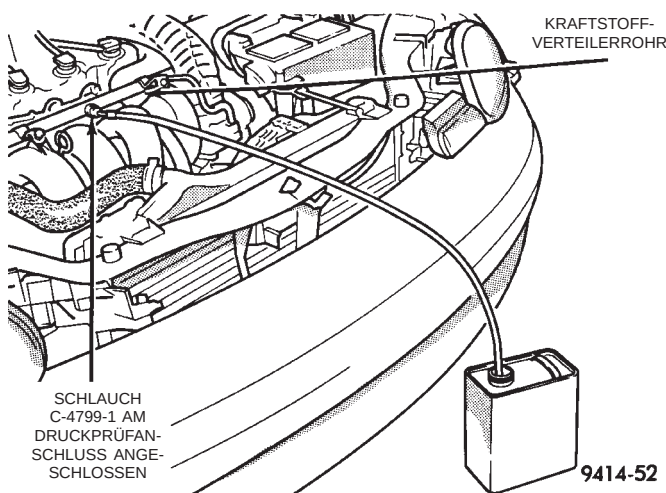

Abb. 9 Kraftstoffdruck abbauen
(4) Das eine Schlauchende von Spezialwerkzeug Nr. C-4799-1 in einen zugelassenen Kraftstoffkanister hängen. Das andere Ende des Schlauchs C-4799-1 am Kraftstoff-Druckprüfanschluß anschließen (Abb. 9). Der Kraftstoffdruck entweicht über den Schlauch in den Kraftstoffkanister. Das Druckmeßgerät C-4799-A beinhaltet den Schlauch C-4799-1.